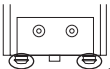

**Рис. 1**
- Возьмите входящую в комплект щетку для очистки пылесоса и прочистите всасывающее отверстие (Рис. 1).